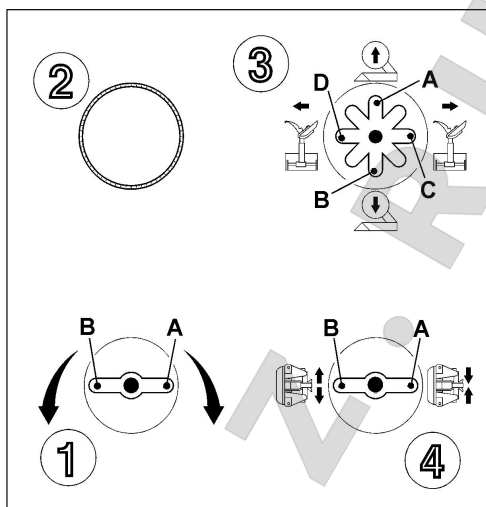
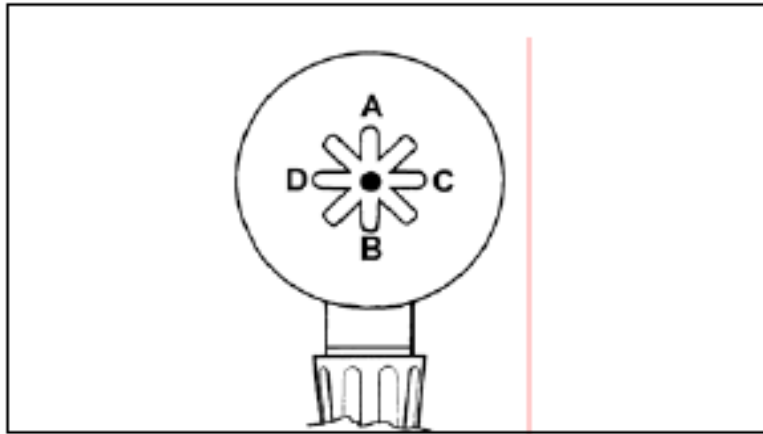

Рис.10
Рис.11
3. ТОЛЬКО ДЛЯ МОДЕЛЕЙ С ПОДВИЖНЫМ РЫЧАГОМ (BOXER KING 2600L): Установите переключатель (№1 Рис.10) в положение **А**: патрон начнёт вращаться по часовой стрелке. Установите переключатель в положение **В**: патрон будет вращаться против часовой стрелки.
4. Установите переключатель (№3 Рис.10 или Рис.11) в положение **A**: опорный рычаг поднимется вверх. Установите переключатель в положение **B**: рычаг опустится вниз.
5. Установите переключатель (№3 Рис.10 или Рис.11) в положение **C**: каретка переместится вправо. Установите переключатель в положение **D**: каретка переместится влево.